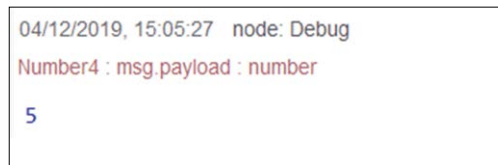

Figure 4.38 Affichage de la valeur moyenne des nombres
- Cliquez sur les boutons des quatre **injecter** nodes, en commençant par le nœud supérieur. Vous remarquerez qu'aucun id de sortie n'est produit avant que le dernier nœud injecté ne soit cliqué. Le résultat est $(3+7+8+2) / 4 = 5$ affiché dans la fenêtre de débogage comme indiqué à la figure 4.38.